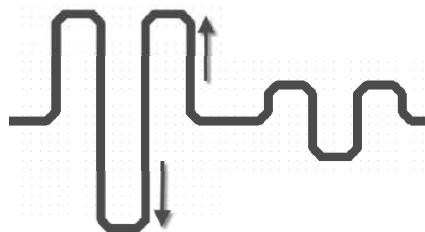

图 10-108 蛇形线及蛇形幅度递增
(3) 在需要等长的信号线上滑动, 即可出现蛇形线, 如图 10-108 所示。在走线状态下, 按键盘上的“<”和“>”键可以调整蛇形线的上下幅度, 每次递增幅度是之前设置的 2mil。